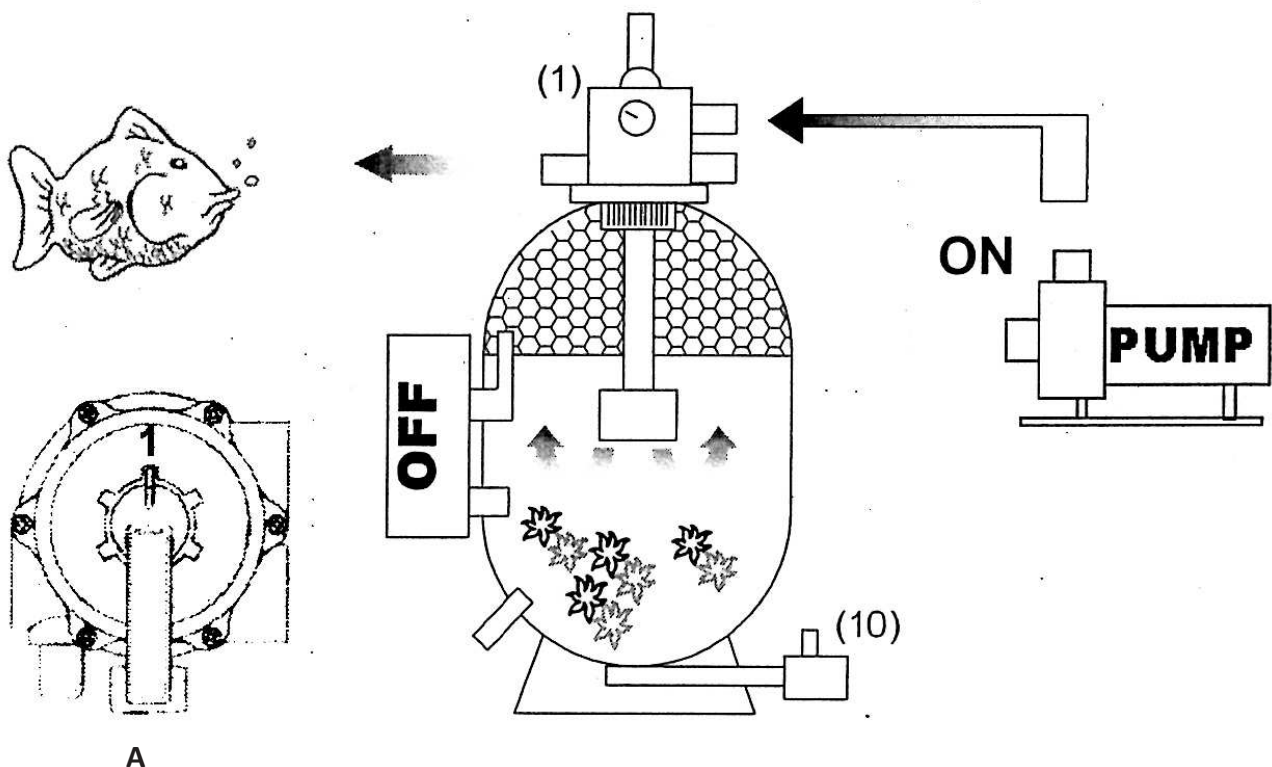

Fig. 16
- 1) Stäng av damppumpen. (PUMP) på **fig.16**.
- 4) Sätt på din damppump. (PUMP) på (**fig. 16**).